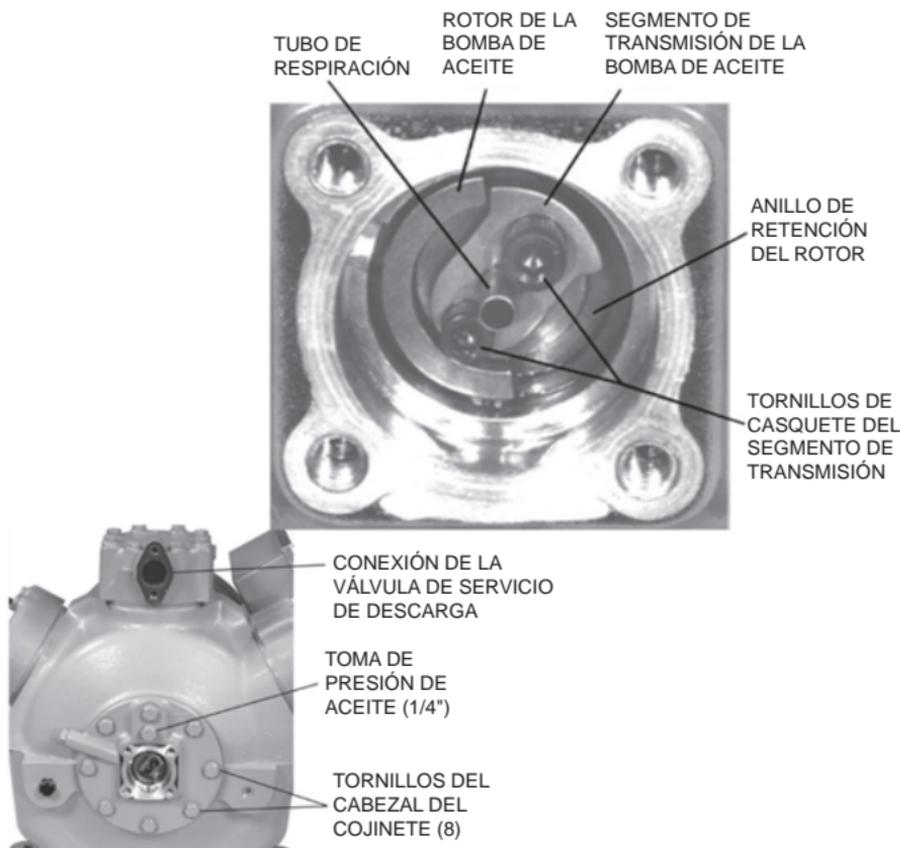
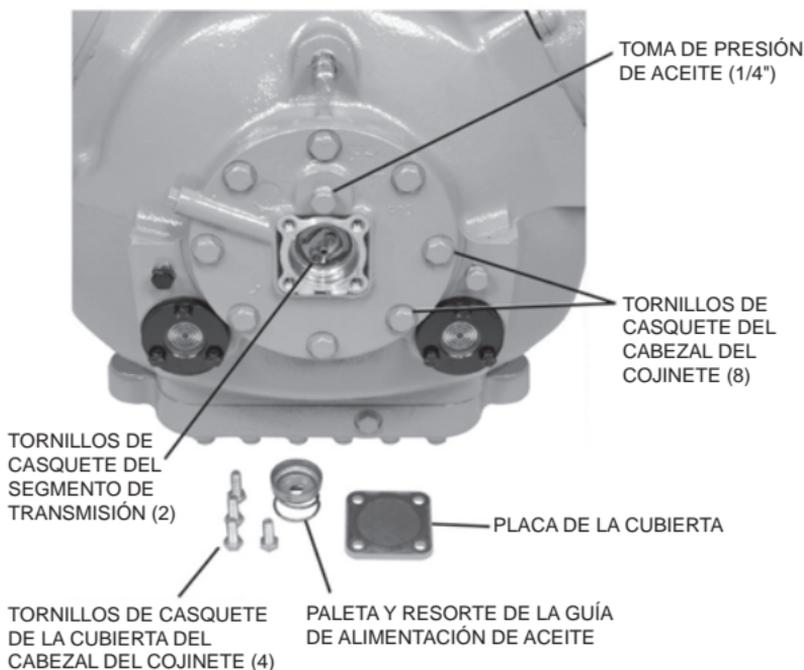

Fig. 6: Extracción del cabezal del cojinete del extremo de la bomba (compresor 06D)
Fig. 7: Extracción del cabezal del cojinete del extremo de la bomba (compresor 06E)
Hay una toma de presión de aceite en el conjunto del cabezal del cojinete que se utiliza en todos los compresores 06D para servicio de refrigeración, los compresores 06D más nuevos para servicio de aire acondicionado y todos los compresores 06E para servicio de refrigeración y aire acondicionado (fig. 6 y fig. 7).
1. Para desmontar, primero quite los cuatro (4) pernos de casquete de la placa de la cubierta del cabezal del cojinete y retire el resorte y la paleta guía de alimentación de aceite.
Quite los dos (2) tornillos de casquete del segmento de transmisión del extremo del cigüeñal (consulte la fig. 6 y la fig. 7).
IMPORTANTE: El tubo de respiración de 1/4 pulg. debe estar orientado hacia fuera del cigüeñal (fig. 6).